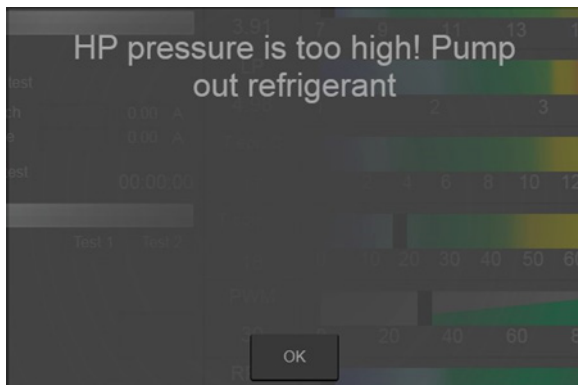

Рисунок 33. Сообщение «Давление НР слишком низкое»
- «Давление НР слишком низкое» (рис.33). Данное сообщение появляется в случае диагностики в режиме автотеста и возникнет если оператор не открыл кран перед запуском теста производительности или теста на шум.